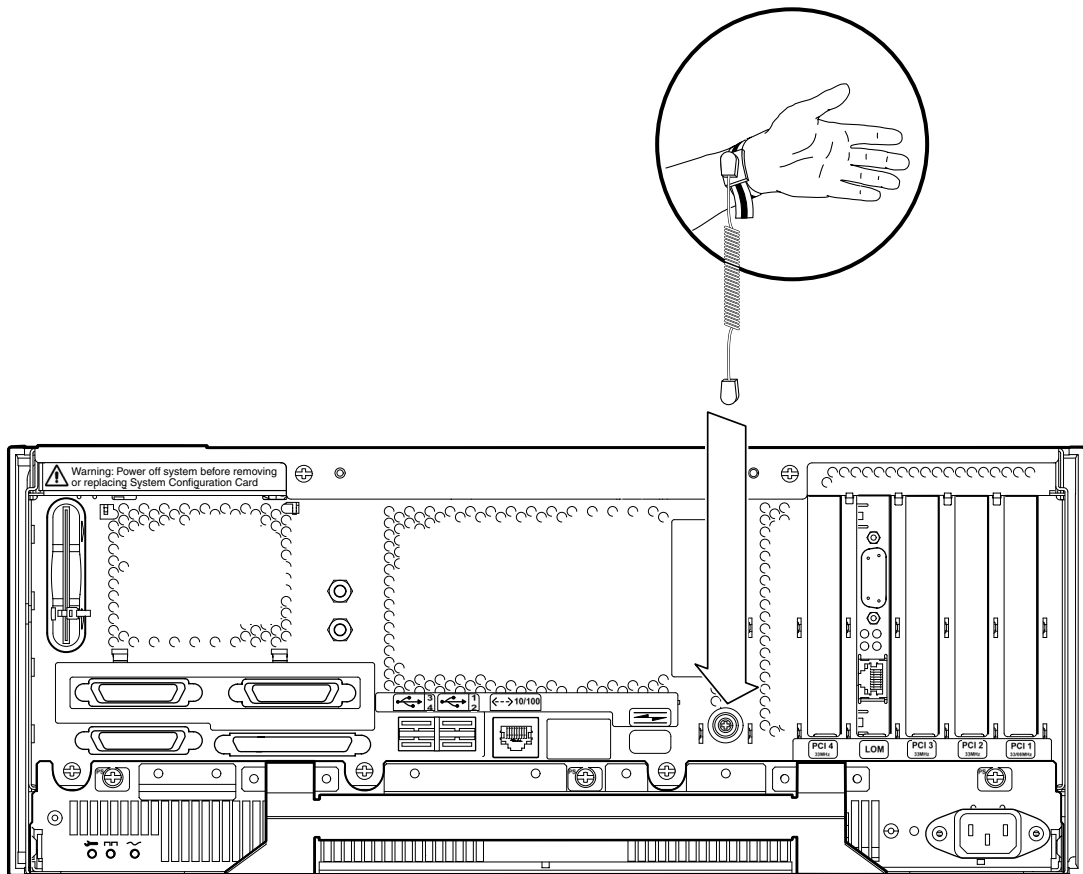
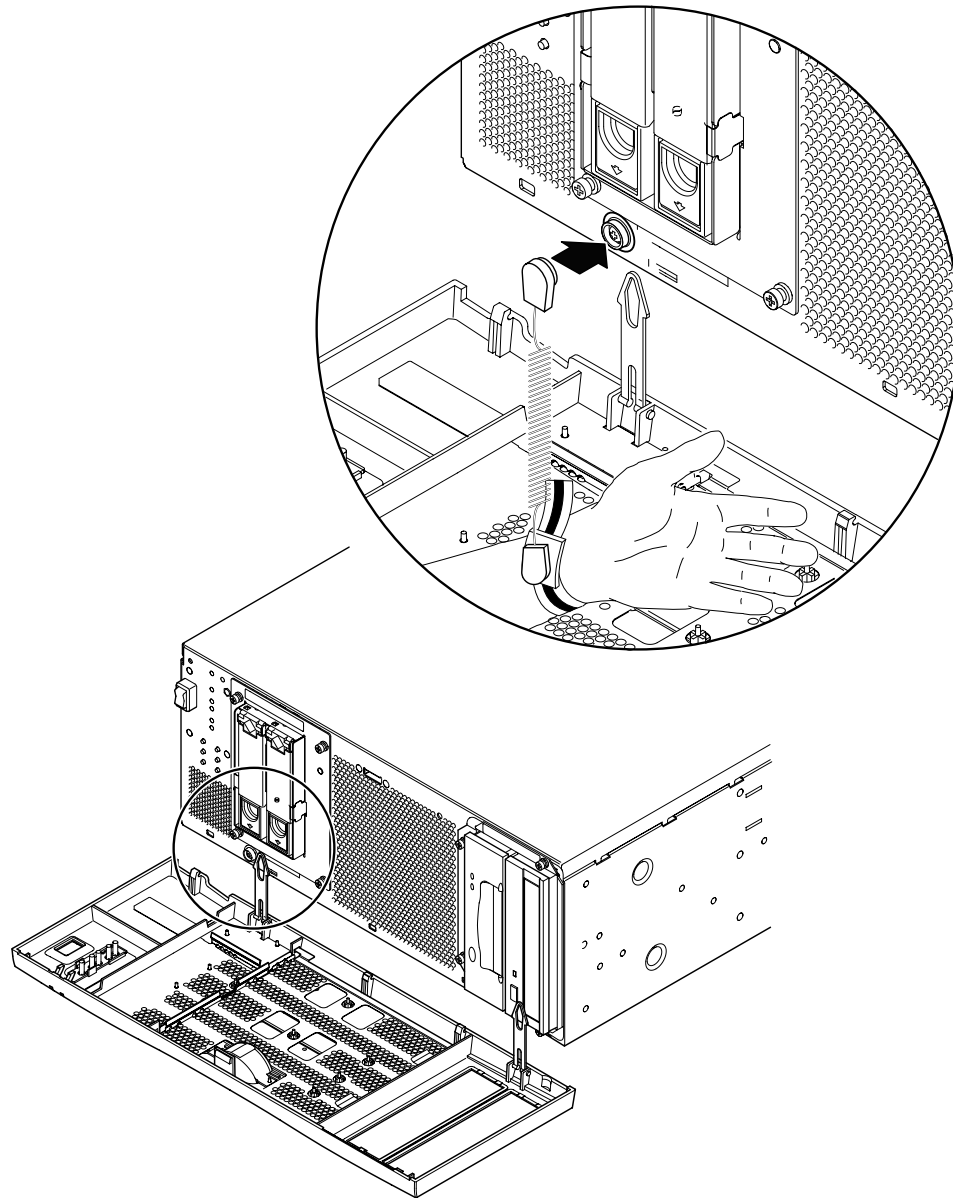

図 12-1 シャーシの背面への静電気防止用リストストラップの取り付け
図 12-2 シャーシの正面への静電気防止用リストストラップの取り付け
- 静電気防止用リストストラップをシャーシに取り付けるには、図 12-1 または図 12-2 で示すようにストラップを接続してください。